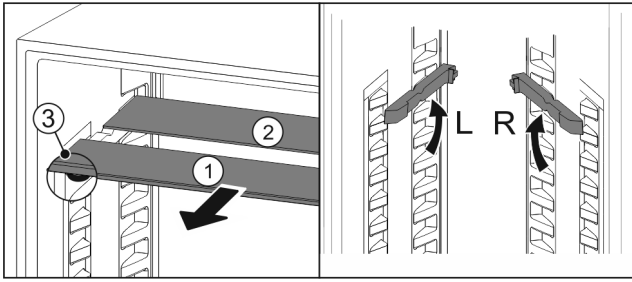

Fig. 57
- ▶ Extrageți Fig. 57 (1) pe rând plăcile de sticlă spre înainte.
- ▷ Placa de sticlă Fig. 57 (1) cu șipca decorativă se află în față.
- ▷ Opritoarele Fig. 57 (3) indică în jos.